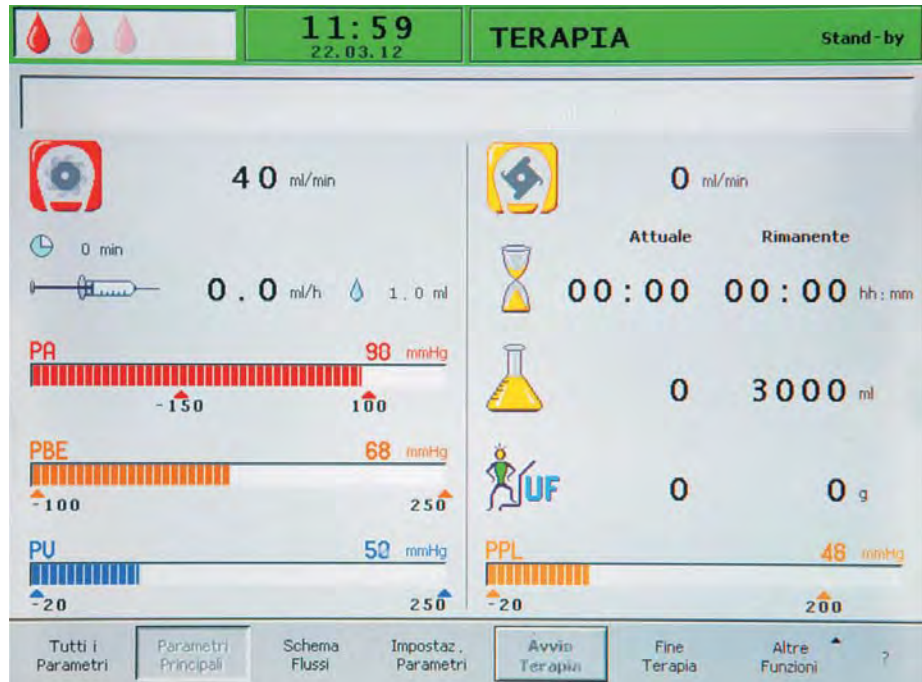

Fig. 3-11 Videata dei parametri principali
- Parametri principali (Fig. 3-11)
Il display visualizza di default la videata *Parametri Principali* (Fig. 3-11).